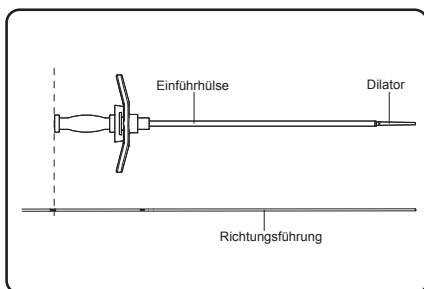

Abbildung 10. Die Dilatorhülse mit der entsprechenden Markierung an der Richtungsführung ausrichten.
5. Die Richtungsführung an der Einschnittstelle festhalten. Den Dilator und die Einführhülse über die Richtungsführung schieben und in das Foramen vorschieben. Die dritte proximale Tiefenmarkierung an der Richtungsführung ist mit der Oberseite der Dilators auszurichten (**Abbildung 10**). Falls möglich, sollte fluoroskopisch bestätigt werden, dass die strahlenundurchlässige Markierung der Einführhülse auf halben Weg bis zu zwei Drittel des Weges in der Kreuzbeinplatte zu liegen kommt.